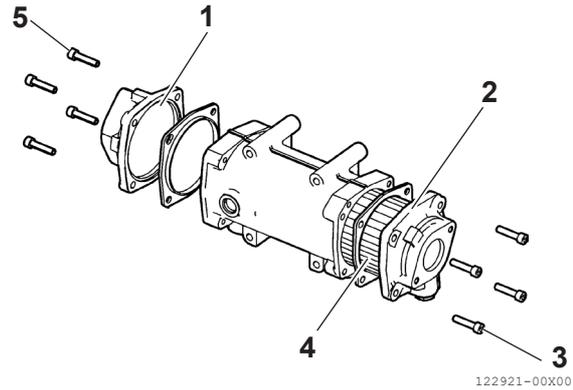

Abbildung 15
5. Entfernen Sie die Abdeckungen (**Abbildung 15, [1]** und **Abbildung 15, [2]**) am Prüfstand oder an einem anderen geeigneten Ort.
6. Ziehen Sie das Rohrbündel (**Abbildung 15, [4]**) heraus.
12. Ziehen Sie die Befestigungsschrauben (**Abbildung 15, [3]** und **Abbildung 15, [5]**) auf das angegebene Drehmoment fest.